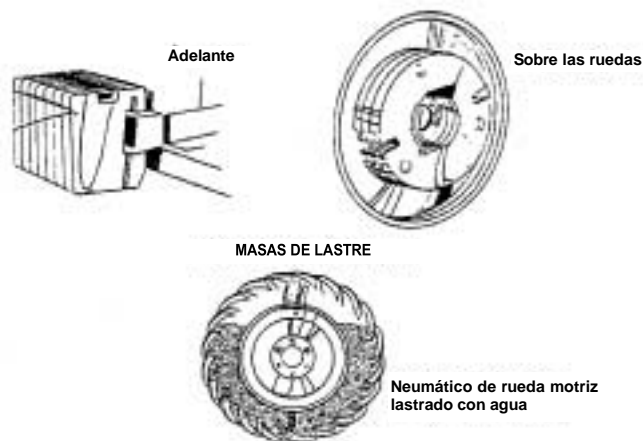

FIG. 58 Posibilidades de lastre*.
- Aumentar la estabilidad del tractor lastrándolo convenientemente con masas de lastre FIG. 58 adelante, al nivel de las ruedas o en el eje, o inflando los neumáticos con agua. Este lastrado debe hacerse principalmente si las máquinas que están suspendidas detrás son pesadas.